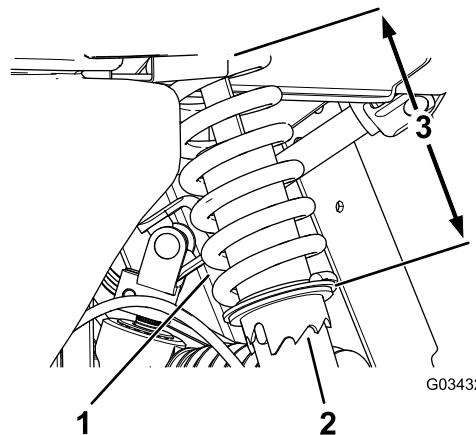

図 45
1. 特殊工具 TORO Tool No. 6010 を使って、ショックアブソーバのカラーを回転させてスプリングの長さを変更する図 45。